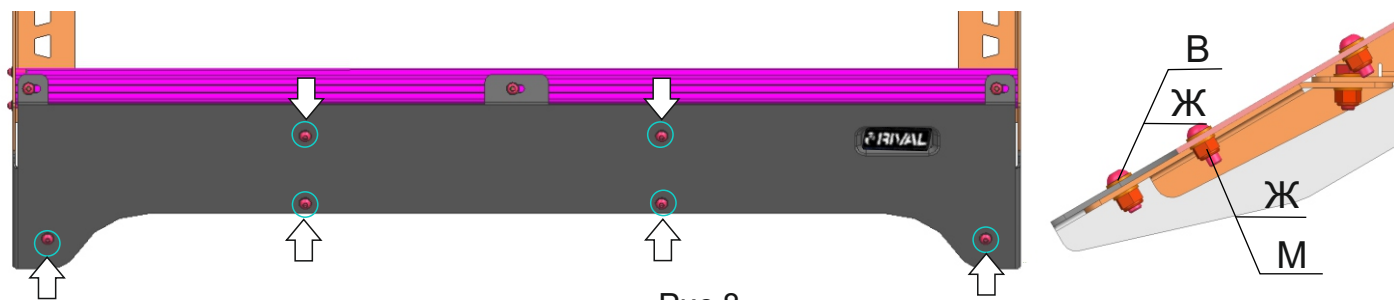

Рис.8
7. Закрепите дефлектор (поз. 1) к кронштейнам дефлектора (поз. 6, поз. 7, поз. 8, поз. 9), используя винты 8x20 (поз.В), шайбы 8 (поз. Ж) и гайки 8 (поз. М), как показано на рис.8.